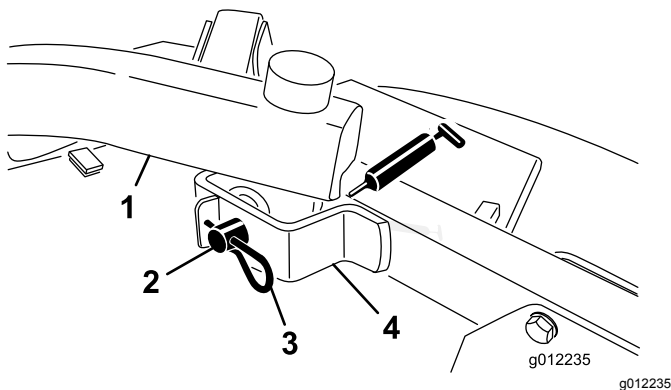

Figura 18
- Articulações do braço de elevação, frente (2) (Figura 18)